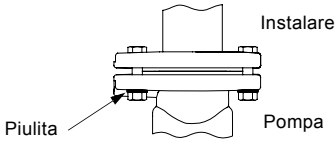

Fig. 3
Atunci când instalați pompele de tip UPS(D) 32-xx, 40-xx, 50-xx, 65-xx, prevăzute cu găuri ovale de fixare a flanșelor, trebuie utilizate obligatoriu șaibe, așa cum se recomandă în fig. 3.